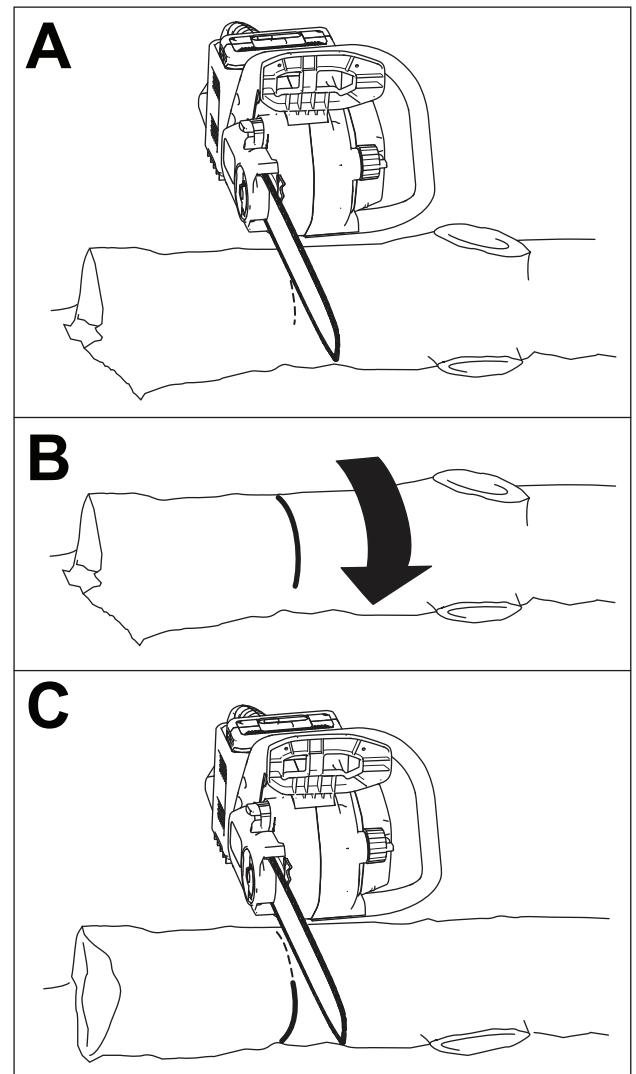

Figura 21
- Si el tronco está apoyado en los dos extremos pero no en el medio, corte hasta un tercio del diámetro desde arriba y luego corte desde abajo o gire el tronco y corte hasta llegar al primer corte (Figura 21).